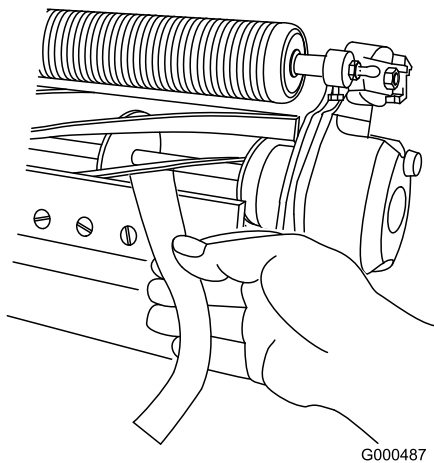

Bild 11
- Testen Sie die Schnittleistung, indem Sie einen langen Streifen des Schnittleistungspapiers (Toro Bestellnummer 125-5610) senkrecht zum Untermesser zwischen die Spindel und das Untermesser legen (Bild 11). Drehen Sie die Spindel langsam vorwärts; das Papier sollte geschnitten werden.